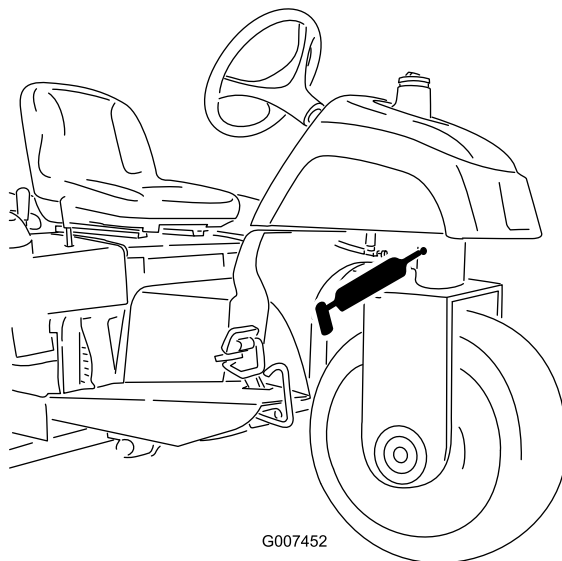

Рисунок 26
- Шарнир поворотного кулака (Рисунок 26).
**Примечание:** Для уплотненной масленки на шарнире поворотного кулака (Рисунок 26) требуется переходник к смазочному пистолету. Закажите деталь с каталожным № 107-1998 у местного авторизованного дистрибьютора компании Toro.